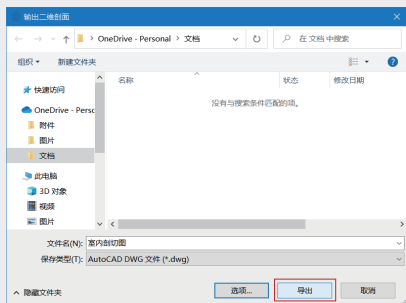

图3-179
- 04 设置完成后单击“好”按钮并返回“输出二维剖面”对话框，然后单击“导出”按钮，完成场景剖面的导出，如图3-179所示。